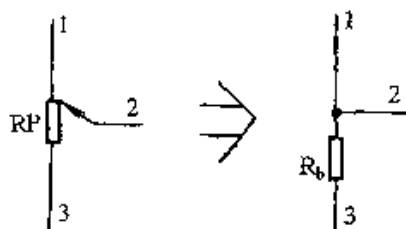

图 2-28
② 当动臂 2 向上移动时, R_a 减小而 R_b 增大。当动臂 2 移至最上端时, $R_a = 0$, 2 端与 1 端直通; $R_b = RP$, 2、3 端间阻值达到最大, 见图 2-28。